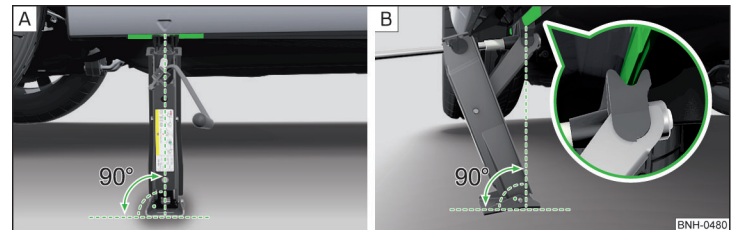

Abb. 170 Prinzipdarstellung: Wagenheber ansetzen
- › Die Grundplatte des Wagenhebers mit ihrer gesamten Fläche auf einem geraden Untergrund abstützen und sicherstellen, dass sich der Heber in senkrechter Position zum Aufnahmepunkt befindet » Abb. 170 - A.
- › Den Wagenheber unter dem Aufnahmepunkt mit der Kurbel so weit hoch drehen, bis seine Klaue den Steg umfasst » Abb. 170 - B.